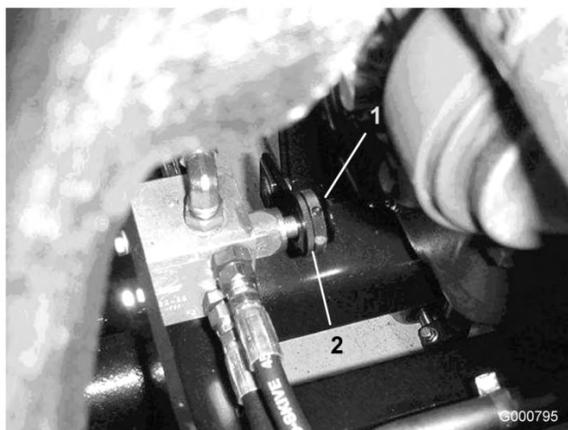

Figura 76
- Localize a válvula existente em frente ao eixo traseiro para as unidades de corte posteriores (Figura 76).
- Desaperte o anel de fixação do manípulo (Figura 76).